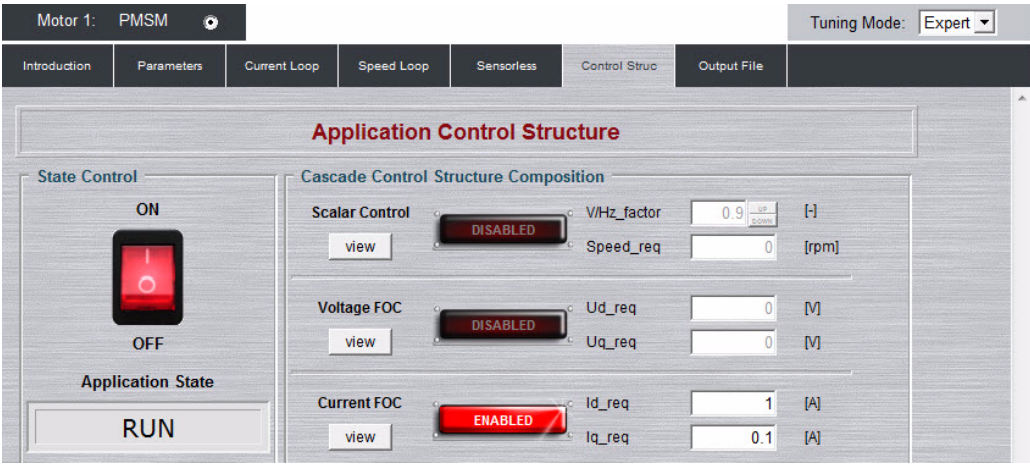

图6. 生成位置与估计位置
- 4. 选择Control Structure选项卡，切换到Current FOC，将Iq\_req设为一个非常低的值（例如0.1），然后对Id\_req赋值。记录器上显示了控制环路的响应情况，见图6。